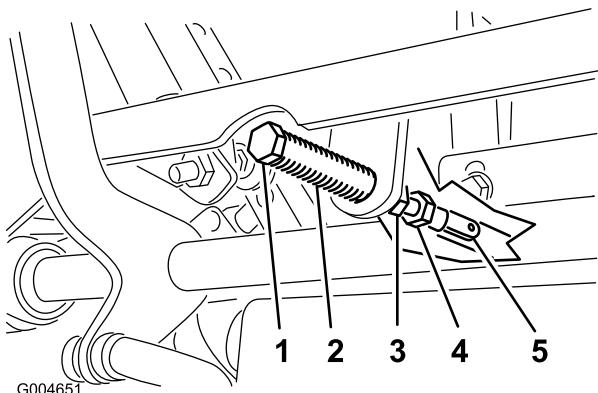

Figure 82
5. Tirez-le ensuite en arrière jusqu'à ce que l'axe de chape (situé sur un bras au-dessus de l'axe de pivot) touche l'extrémité de l'encoche (c.-à-d. commence juste à appuyer sur le ressort) (Figure 82).
7. Si un réglage s'impose, desserrez l'écrou et l'écrou de blocage vissés contre la chape (Figure 82).
8. Appliquez une légère pression à l'arrière du levier, et tournez la tête du boulon de réglage dans le sens voulu pour centrer le levier à la position de verrouillage au point mort (Figure 82).
9. Serrez l'écrou et l'écrou de blocage (Figure 82).
10. Serrez les écrous de blocage contre les rotules (Figure 82).